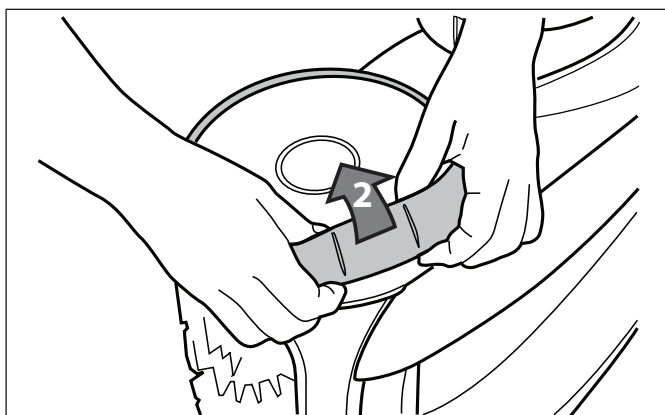

Figure 33. Retirer le pneu usé
2. Enlever le vieux pneu comme illustré à la Figure 33.